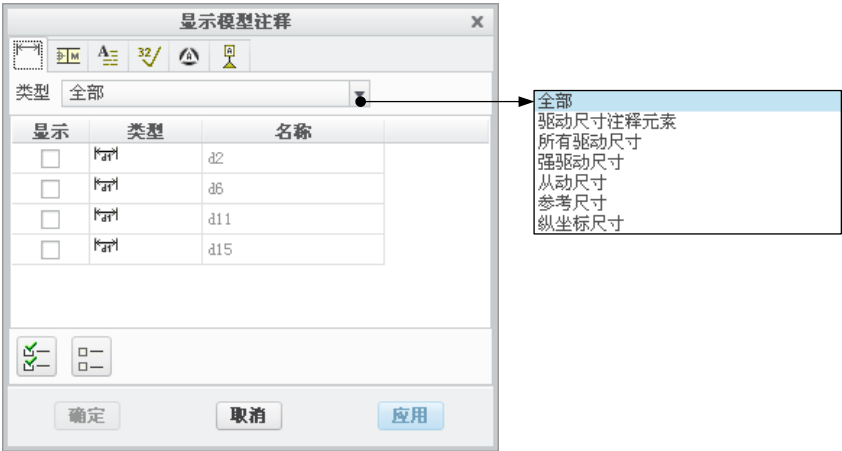

图 6.5.2 “显示模型注释”对话框
- 使用图 6.5.2 所示的“显示/拭除”对话框，不仅可以显示三维模型中的尺寸，还可以显示在三维模型中创建的几何公差、基准和表面粗糙度（光洁度）等。